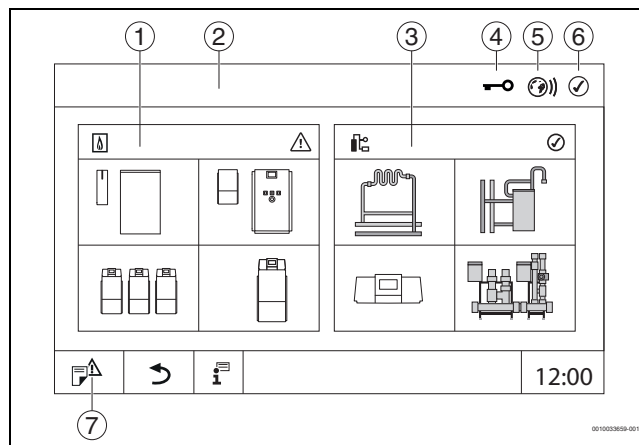

Bild 8 Systemübersicht (Beispiel)
- **Anlage** antippen (→ Bild 8, [3], Seite 16).